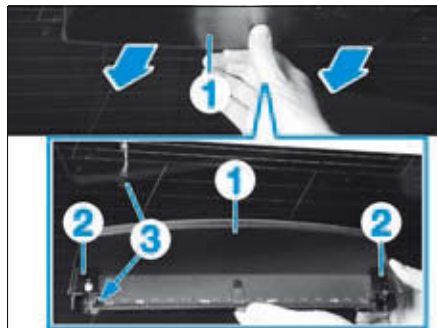

FIG. 81
- Extraire le troisième feu stop (1) en le tirant uniformément vers l'arrière dans le sens de la flèche pour le retirer des rails de guidage (2) (Fig.81).
- Débrancher le connecteur électrique (3).